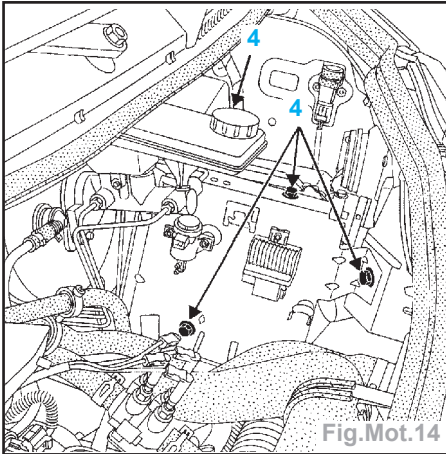

Fig.Mot.14
- l'électrovanne de régulation de turbo (2),
- le capteur de pression de suralimentation (3) et déclipser celui-ci,
- les vis (4) de fixation de blindage en tôle et déposer celui-ci par le haut (Fig. Mot.14),